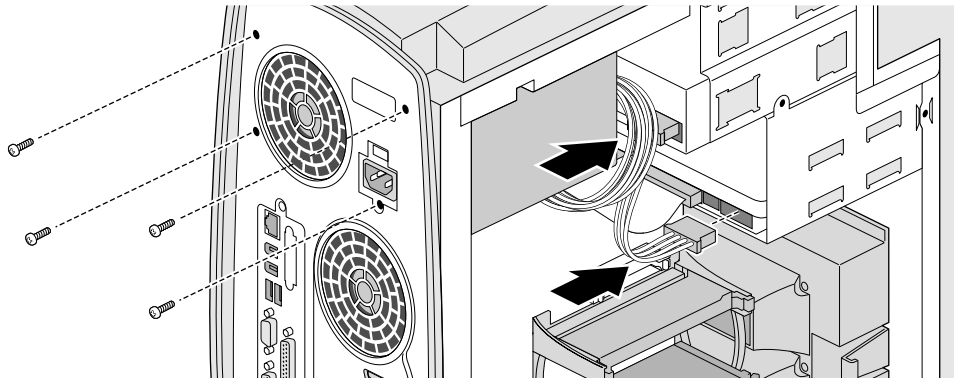

Abbildung 7-6 Einsetzen der Schrauben und Kabel des Netzteils
5. Stützen Sie das Netzteil mit der Hand, und setzen Sie wie in Abbildung 7-6 die vier Schrauben ein. Verbinden Sie dann die Stromversorgungskabel wieder mit den Rückseiten der internen Laufwerke.